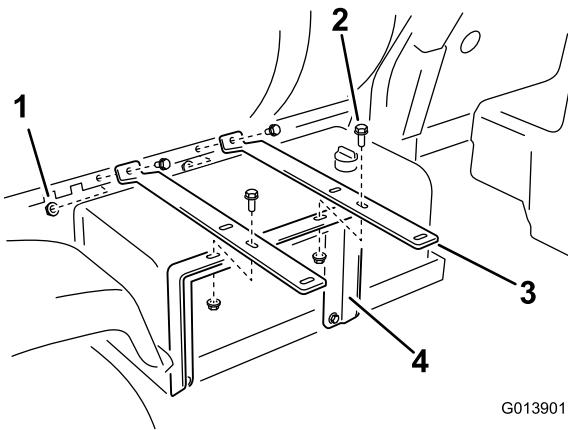

图9
- 如图9 所示, 用 2 个凸缘头螺栓 (3/8 x 1 英寸) 和 2 个凸缘螺母 (3/8 英寸) 将 2 根软管卷箍带的两端安装在药缸鞍座的孔中。